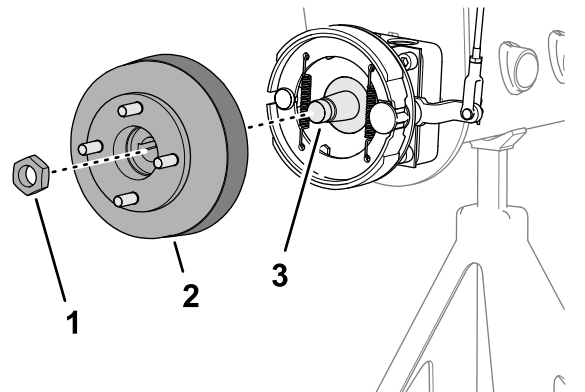
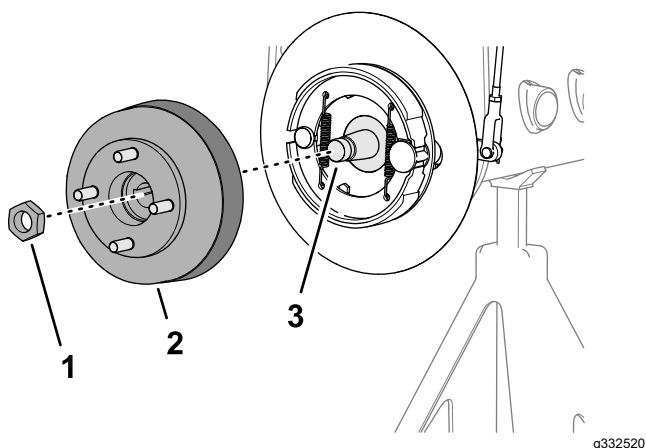

Figura 61
Figura 62
1. Retire la contratuerca que sujeta el cubo al eje del motor de rueda (Figura 61 o Figura 62).
4. Utilice el extractor de cubos de rueda especificado para retirar el cubo de la rueda y el tambor de freno del eje del motor de rueda (Figura 61 o Figura 62).